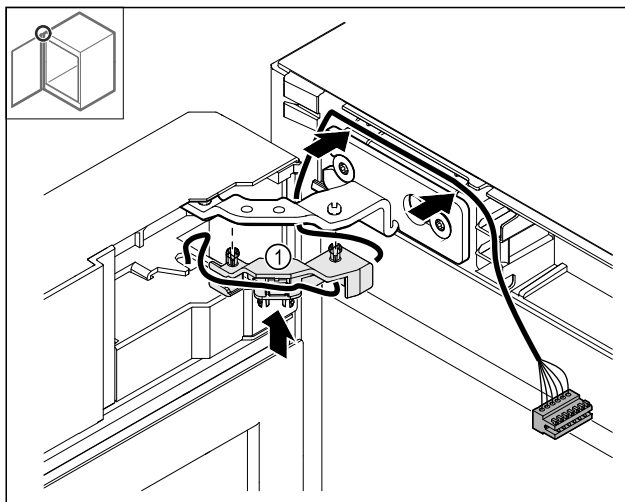

Fig. 49
- Tryck in kabelhållaren Fig. 49 (1) i gångjärnet.